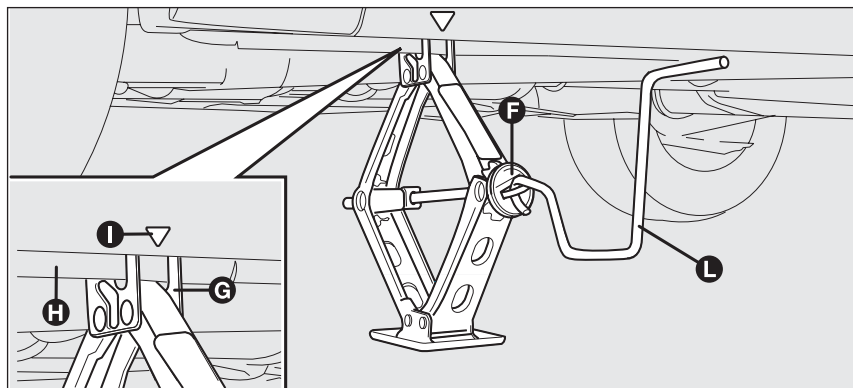

fig. 14
- azionare il dispositivo **F**-fig. 14 in modo da distendere il cric, sin quando la scanalatura **G** sulla parte superiore del cric si inserisce correttamente sul profilo inferiore **H** ricavato sulla scocca in corrispondenza dell'indicazione **I** (a circa 60 cm dal centro ruota anteriore oppure 80 cm dal centro ruota posteriore);
- inserire la manovella **L**-fig. 14 per permettere l'azionamento del cric e sollevare la vettura, sino a quando la ruota si alza da terra di alcuni centimetri;
- azionare la manovella **L**-fig. 14 del cric in modo da abbassare la vettura ed estrarre il cric;